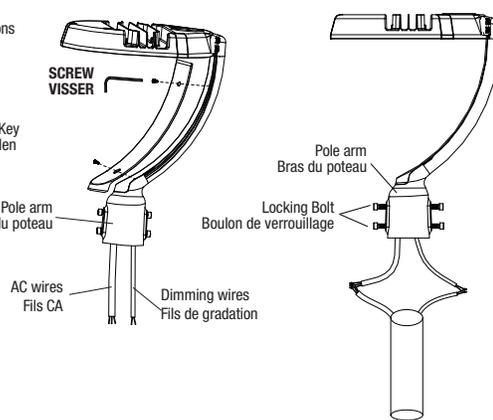

Fig. 3
3. Pass input wires of the luminaire through the pole arm and reinstall the arm cover using an Allen Key (Fig. 3).
3. Faites passer les fils d'alimentation du luminaire à travers le bras du poteau et réinstaller le couvercle du bras à l'aide d'une clé Allen (Fig. 3).